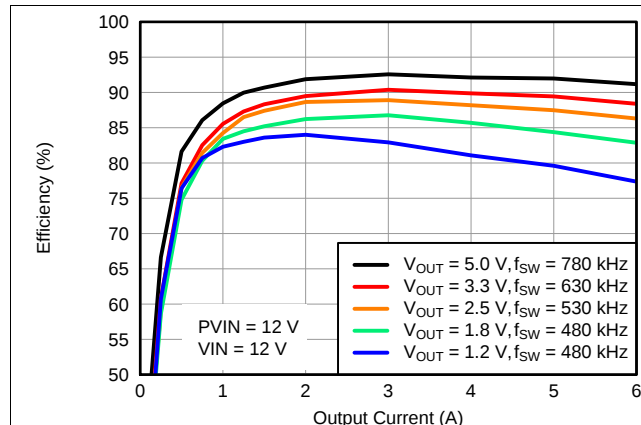
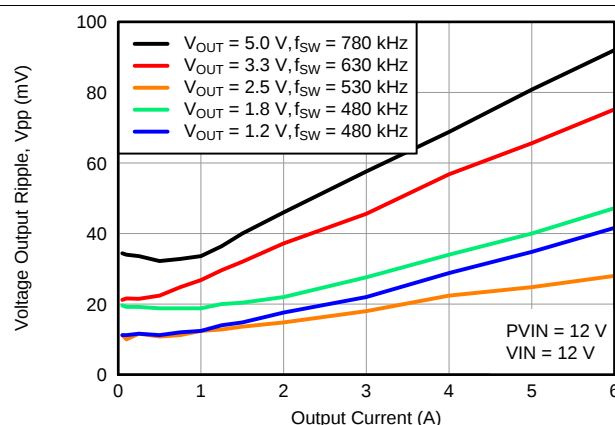
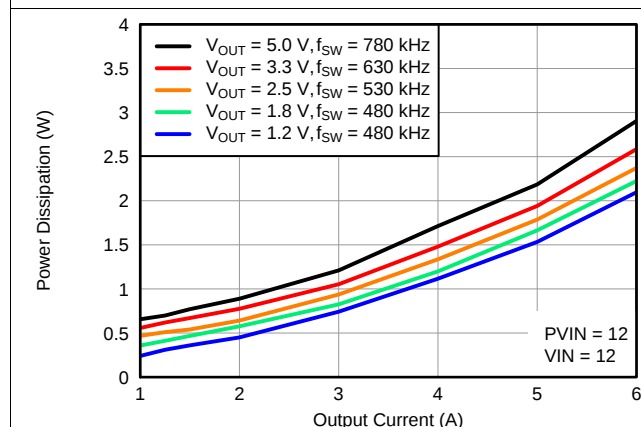

图 1. 效率与输出电流间的关系
图 2. 电压纹波与输出电流间的关系
图 3. 功率耗散与输出电流间的关系
- (1) 电气特性数据已经从实际产品（在 25°C 时进行测试）中测得。该数据被视为转换器的典型数据。适用于图 1、图 2 和图 3。